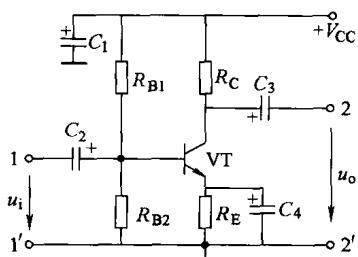

图 2-3 共发射极放大电路
1) 共发射极放大电路中发射极通过电容器交流接地,信号从基极和发射极之间输入,经晶体管放大后在集电极和发射极之间输出。显然发射极为放大电路的公共引脚,故该电路称为共发射极放大电路,如图2-3所示。图中,1—1'是放大电路的信号输入端,2—2'是放大电路信号的输出端, R_{B1} 、 R_{B2} 是基极分压式偏置电阻, R_C 是集电极电阻, R_E 是发射极电阻, C_1 是直流电源退耦电容, C_2 、 C_3 是耦合电容, C_4 是发射极旁路电容,VT是放大用晶体管, V_{CC} 是直流电源。